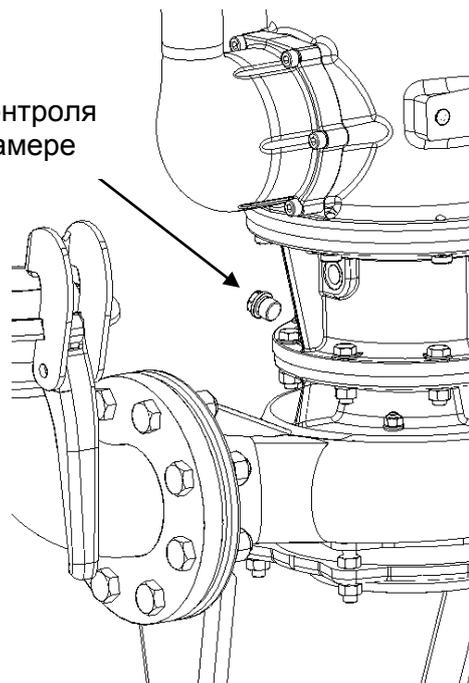

Рис. 7
- Открутить болт контроля уровня масла (см. рис. 7).